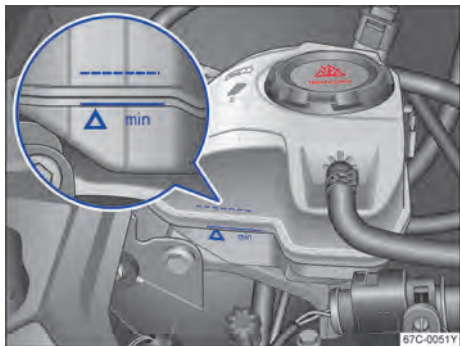

图 129 冷却液补偿容器上的液位标记
- 发动机处于冷态时检查冷却液液位是否处在膨胀罐侧面的标记范围内→图 129。